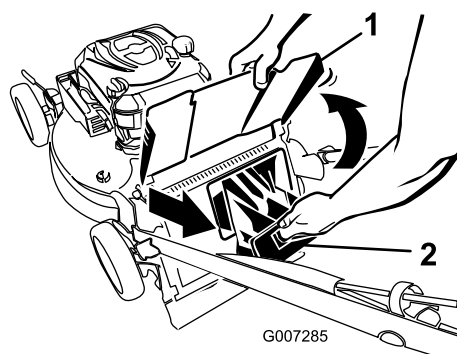

Figura 21
2. Alzate il deflettore di scarico posteriore (Figura 21).
3. Estraete il coperchio di scarico posteriore (Figura 21).